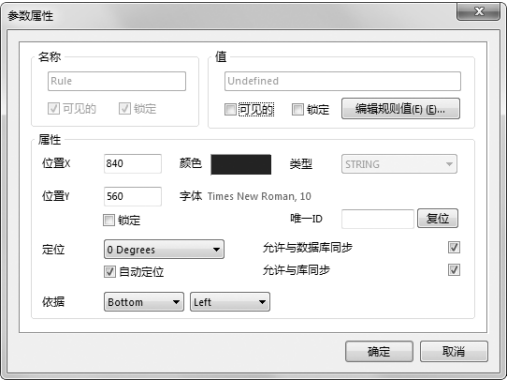

图 3-21 “参数属性”对话框
- 4) 参数坐标窗口：该窗口中列出了该 PCB 布线指示的相关参数，包括名称、数值及类型。选中任一参数值，单击“编辑”按钮，系统弹出如图 3-21 所示的“参数属性”对话框。